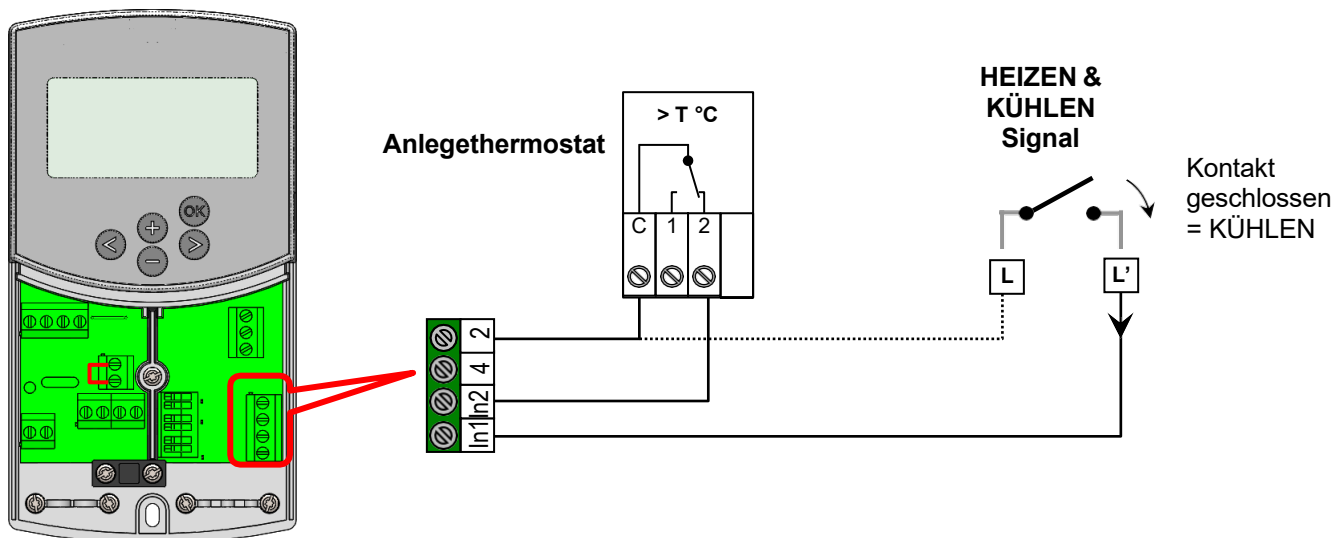

Abb. 10
Der Eingang In1 kann mit einem externen Umschaltsignal Heizen/Kühlen belegt werden. Dieses Signal kann beispielsweise von einer reversiblen Wärmepumpe bereitgestellt werden. (➔ **Abb. 10**)
(1) Der Eingang In1 kann mit einem Tauchthermostat belegt werden, welcher direkt in einen Speicher gesteckt werden sollte. Im Heizmodus schaltet der Thermostat die Pumpe1 ab, sofern der Speicher kein warmes Wasser enthält. Dadurch wird die Umwälzung von kaltem Wasser in die Heizkreise vermieden. Diese Funktion empfiehlt sich bei Holz-Feststoff-Kesseln.
(2) Dieser Eingang kann aber auch für eine Warmwasser Vorrangschaltung verwendet werden. In diesem Fall wird die Heizkreis Pumpe abgeschaltet, um den Speicherinhalt für die Warmwasserbereitung verfügbar zu halten. (➔ **Abb. 10**).
Der Eingang In2 kann mit einem externen Umschaltsignal Heizen/Kühlen belegt werden. Dieses Signal kann beispielsweise von einer reversiblen Wärmepumpe bereitgestellt werden. (➔ **Abb. 10**)
Der Eingang In2 kann mit einem Tauchthermostat belegt werden, welcher direkt in einen Speicher gesteckt werden sollte. Im Heizmodus schaltet der Thermostat die Pumpe1 ab, sofern der Speicher kein warmes Wasser enthält. Dadurch wird die Umwälzung von kaltem Wasser in die Heizkreise vermieden. (➔ Abb. 10)